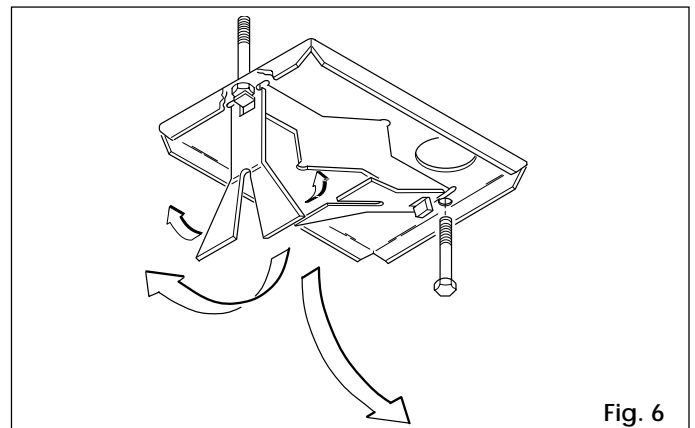

Fig. 6
- 2) Ensamblar la placa de cimentación como ilustra la fig. 6.